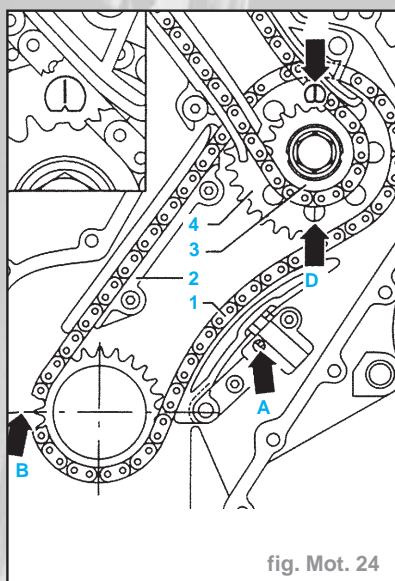

fig. Mot. 24
- Régler ou contrôler la position du vilebrequin par rapport à l'arbre intermédiaire. La dent meulée du pignon d'entraînement -B- doit coïncider avec le plan de séparation du palier (PMH de cylindre 1) (fig. Mot. 24).
- Serrer les pignons de chaîne 3 et 4 d'arbre intermédiaire à **100 N.m** (fig. Mot. 24).